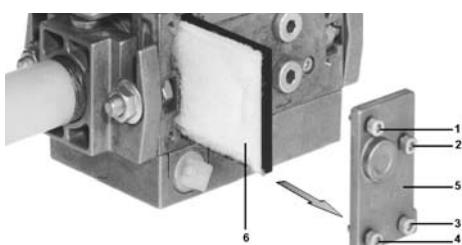

Рис. 48
- 2 Отвинтите винты 1 ÷ 4 шестигранным ключом № 3 и снимите крышку фильтра 5 на Рис. 48.